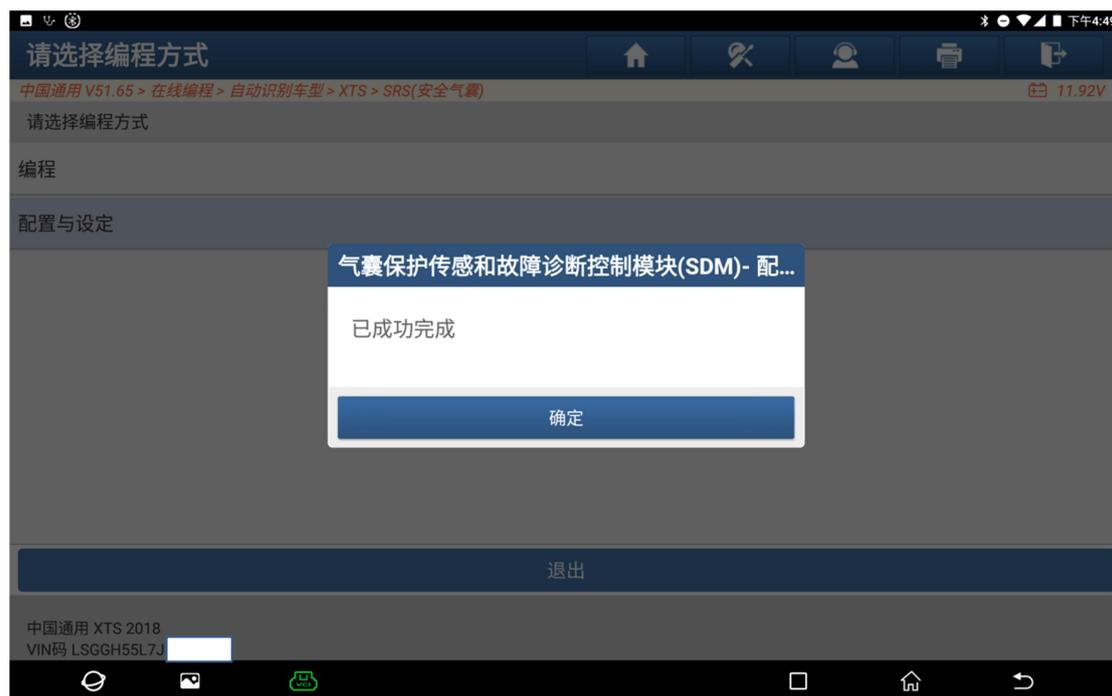

图 14-1
14. 配置与设定即将执行完成，执行完成后关闭点火 30 秒，如图 14-1、14-2、14-3: